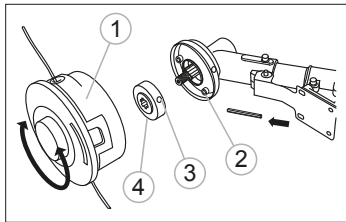

рис. 6
2. Удерживая стержень в отверстиях 2 и 3 чашки редуктора и фланцевой шайбы 4, закрутите катушку с леской против часовой стрелки до упора (рис. 6).